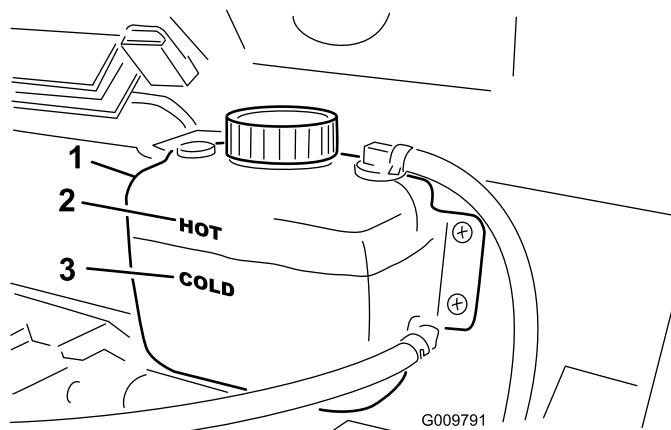

Рисунок 18
2. Проверяйте уровень охлаждающей жидкости на стороне расширительного бачка (Рисунок 18). На холодном двигателе охлаждающая жидкость должна доходить до линии Cold (Холодная).